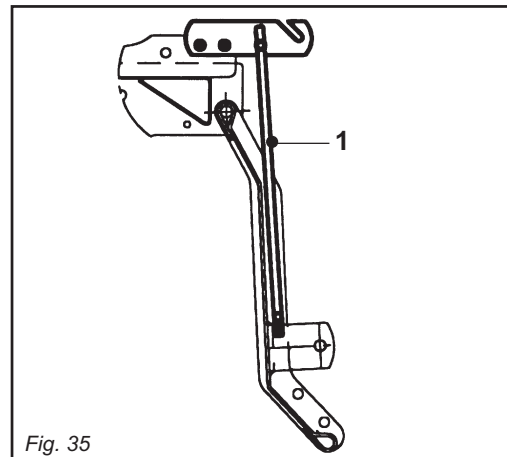

Fig. 35
- 4) **Per mod. AL:** L'asta (1 Fig. 35), va posizionata come in figura per il parcheggio della macchina.
- 4) **For model AL:** the rod (1 Fig. 35) should be positioned as shown in the figure when parking the machine.
- 4) **Pour mod. AL:** Pour stationner la machine la barre (1 Fig. 35) doit être positionnée comme indiqué dans la figure.
- 4) **Für Mod. AL:** Die Stange (1 Abb. 35) ist so anzuordnen, wie in der Abbildung für das Abstellen der Maschine gezeigt ist.